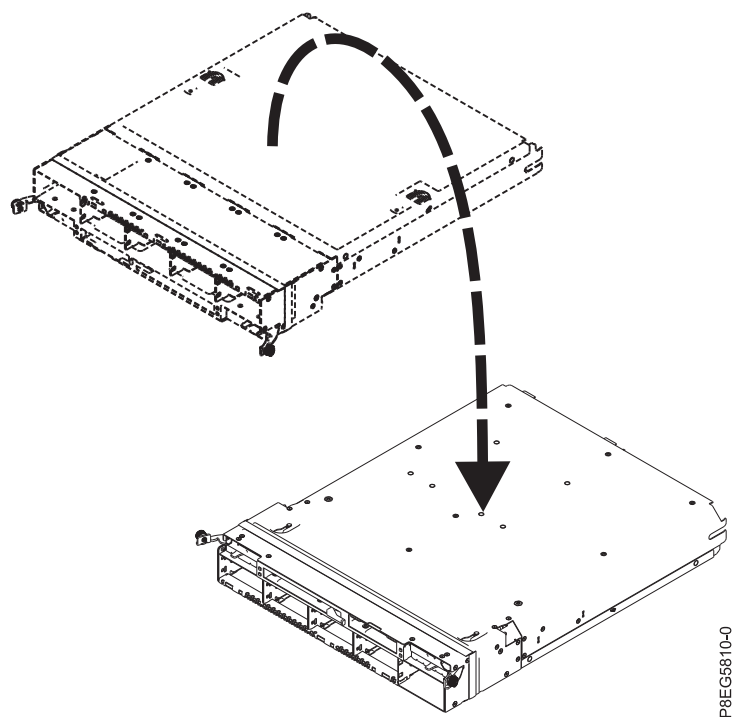

図 17. RAID アセンブリーの反転
5. RAID アセンブリー・カバーを、図 17 に示すように反転させます。